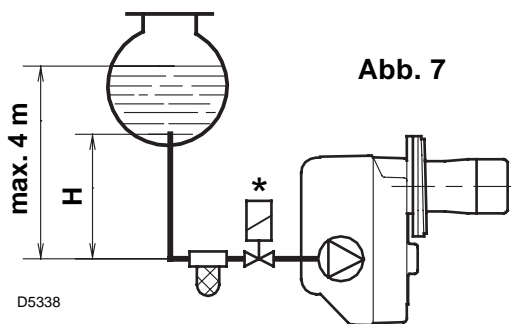
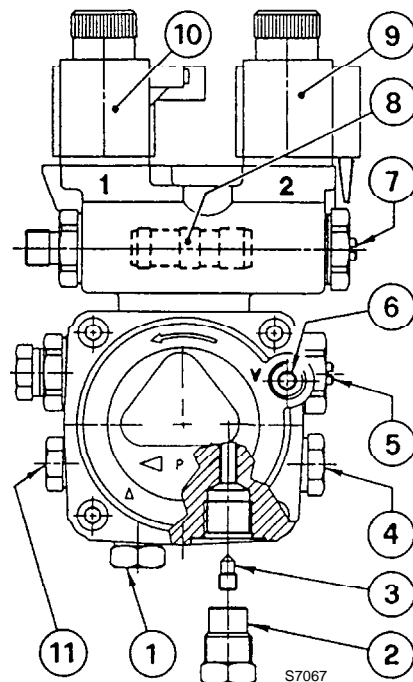

Abb. 7
Abb. 8
- Die Pumpe ist werksseitig für den Zweirohr-Betrieb eingerichtet. Wird ein Pumpen-Einrohrbetrieb für notwendig erachtet, so ist die Rücklauf-Schlauchleitungsmutter (2) zu lösen und die By-Pass Schraube (3) zu entfernen. Danach ist die Rücklauf-Schlauchleitungsmutter wieder anzuschließen. (Siehe Abb. 8).
Bei der in Abb. 7 dargestellten Anlage ist es ausreichend, wenn man den Vakuummeteranschluß (6, Abb. 8) lockert und das Austreten des Brennstoffes abwartet.